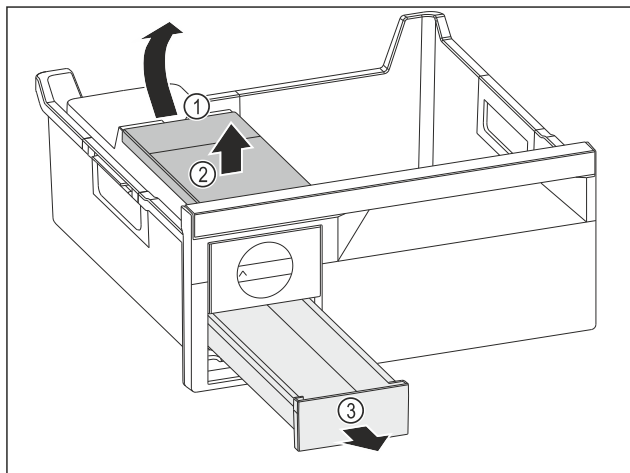

Fig. 109
- ▶ Vyjmutí nádržky na vodu: Zvedněte nádržku na vodu za vybraní Fig. 109 (1).
- ▶ Nádržku na vodu Fig. 109 (2) vyjměte nahoru.
- ▶ Zásuvku na kostky ledu Fig. 109 (3) vyjměte dopředu.